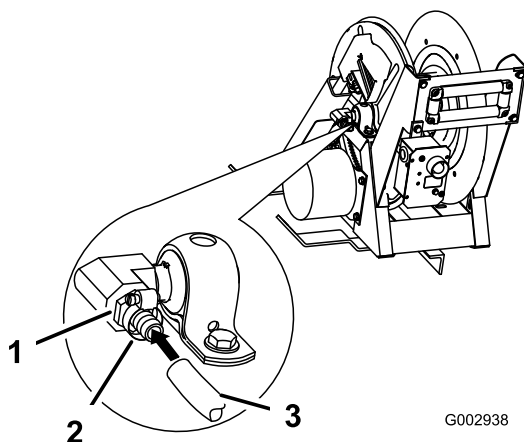

Figure 38
21. Enroulez du ruban Téflon, dans le sens horaire, autour du filetage d'un raccord cannelé (3/4 pouce) et placez-le dans l'orifice d'entrée sur le côté du dévidoir (Figure 38).